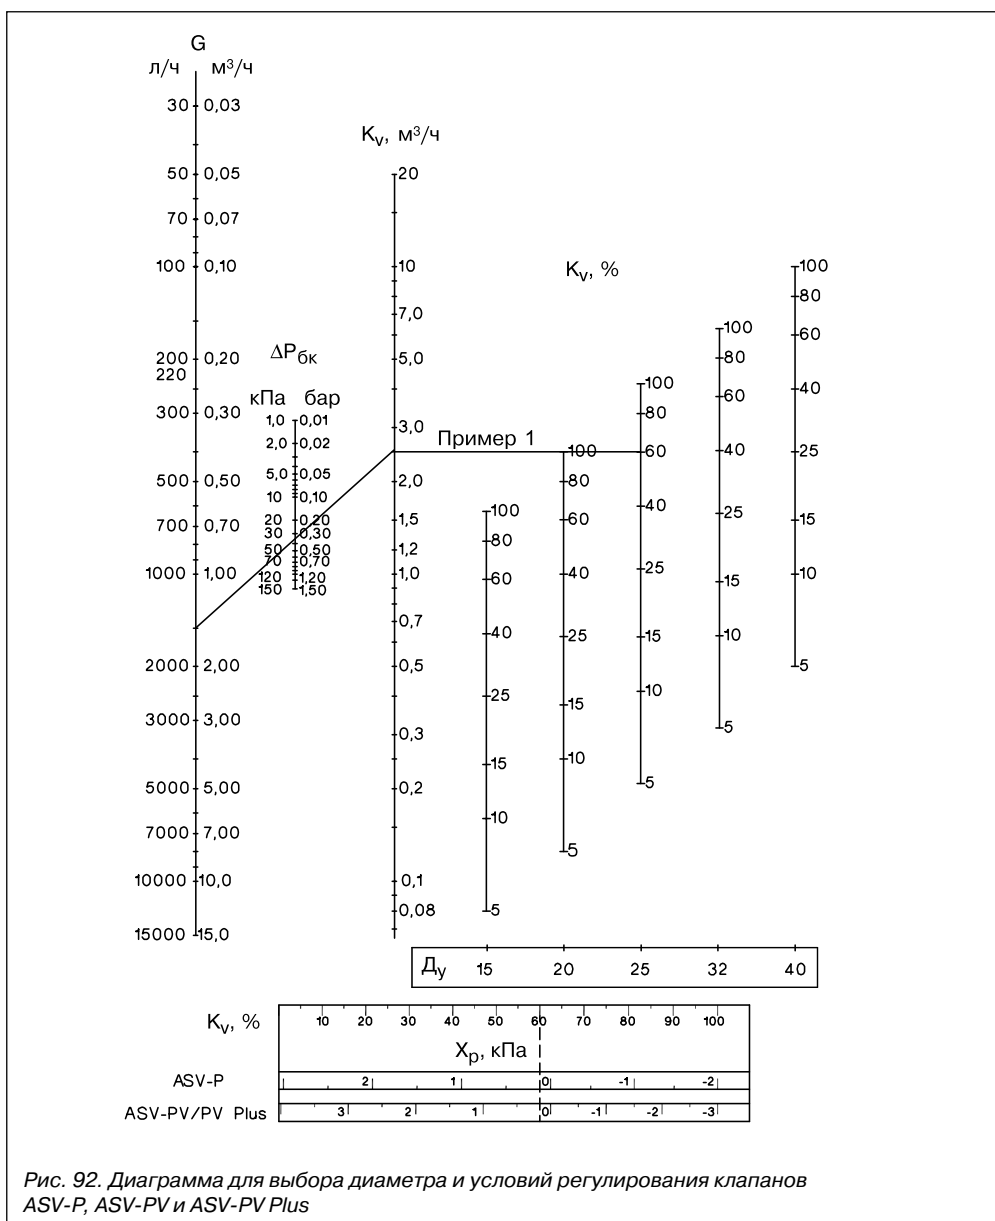

Рис. 92. Диаграмма для выбора диаметра и условий регулирования клапанов ASV-P, ASV-PV и ASV-PV Plus
6. Условия работы клапана определяются по диаграмме (рис. 92), для чего точка $1,5 \text{ м}^3/\text{ч}$ на шкале расхода G соединяется линией с точкой 0,36 бар на шкале потерь давления в балансировочном клапане $\Delta P_{\text{БК}}$. Затем эта линия продляется до шкалы K_v , где читается требуемая пропускная способность клапана ASV-PV, равная $2,5 \text{ м}^3/\text{ч}$. Далее от этого значения K_v проводится горизонтальная линия до пересечения с вертикальной шкалой значений K_v в % для клапана принятого